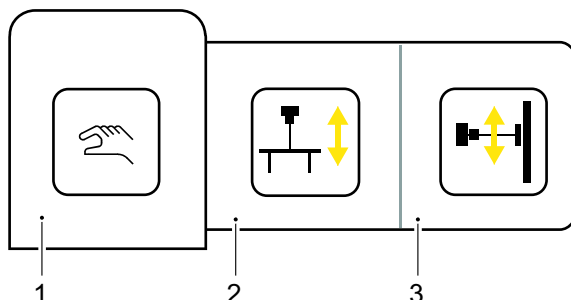

Fig. 3-10 Följningsaktivering
1. Tryck på knappen *Automatisk följning* och välj *Lungstativ C*, se **Fig. 3-10**.
1. Tryck på knappen *Automatisk spårning* och välj *Bord B*, se **Fig. 3-10**.